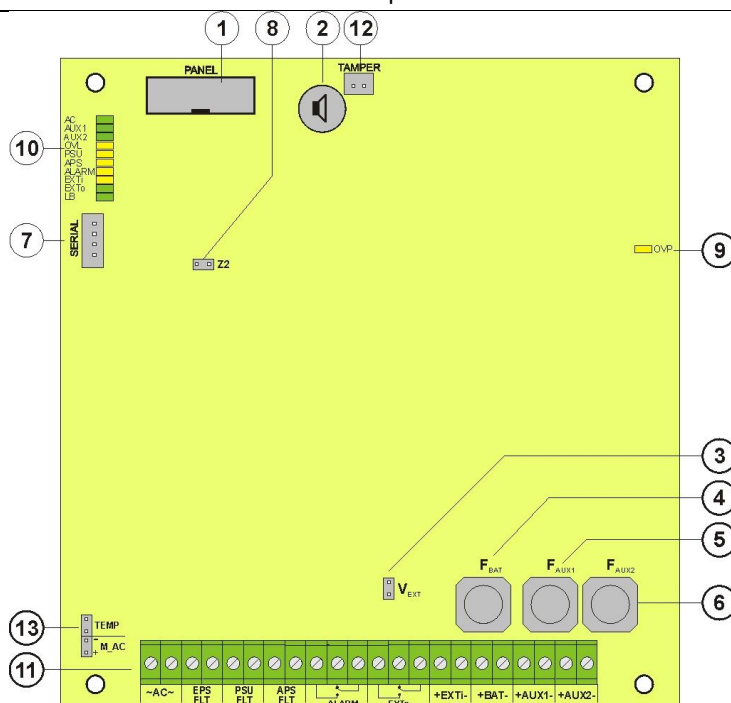
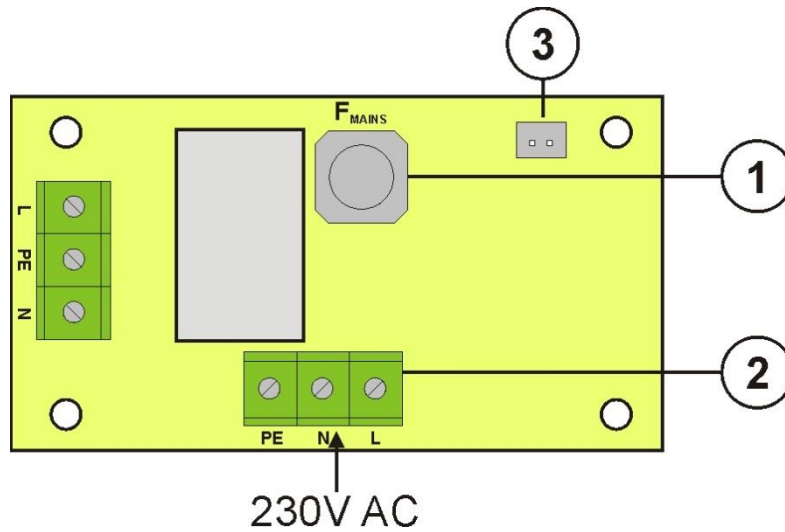

Abb. 2. Blick auf die PCB-Platte des Netzgeräts.
Abb. 3. Blick auf die EMC-Filterplatte.
Tabelle 1. Elemente der PCB-Platte des Netzgeräts (Abb. 2).
Tabelle 2. Bestandteile der PCB-Platte des EMC - Filters (Abb. 3).
①	Trennungstransformator
②	Platte des Netzgeräts (Tab. 1, Abb. 2)
③	Temperatursensor der Akkumulatoren
④	Platz zur Montage zusätzlichen Moduls: INTR, INTE, INTW
⑤	Platz zum Anschluss des Sicherungsmoduls EN54-LB4 oder EN54-LB8
⑥	TAMPER; Mikroausschalter (Kontakte) des Sabotageschutzes (NC)
⑦	EMC - Filtermodul (Tab. 2, Abb. 3)
⑧	Akkumulatoren 2x40Ah
⑨	Umformung zur Montage des Grommets
⑩	Umformung zur Montage des Grommets (WiFi-Antenne oder Kommunikationsleitung mit Interface)
⑪	Umformung zur Verlegung von Unterputzleitungen
⑫	Schloss
⑬	Akkumulatorkonnektoren; positiv: +BAT = rot, negativ: - BAT = schwarz